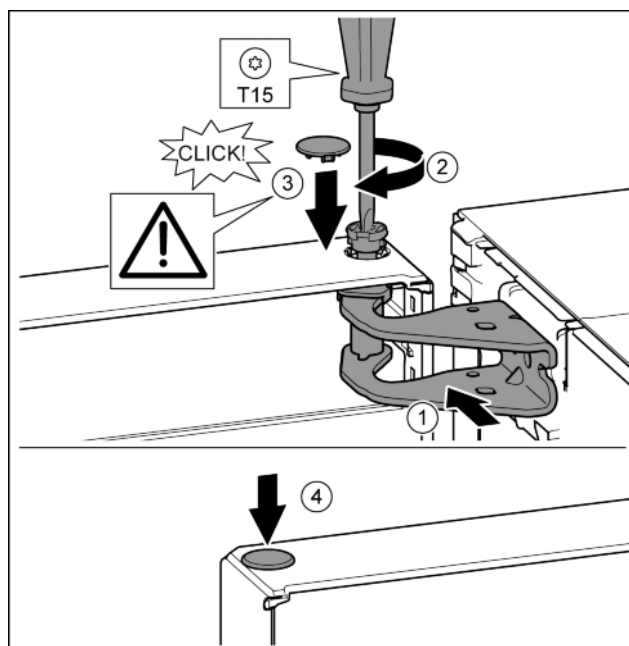

Fig. 21
- Wyrównać drzwi u góry względem otworu w płycie zawiasu. Fig. 21 (1)
- Założyć sworzень i dokręcić śrubokrętem T15. Fig. 21 (2)
- Zamontować osłonę bezpieczeństwa w celu zabezpieczenia drzwi: Włożyć osłonę zabezpieczającą i sprawdzić, czy przylega ona do drzwi. Ponadto założyć cały sworzень. Fig. 21 (3)
- Założyć zatyczkę. Fig. 21 (4)